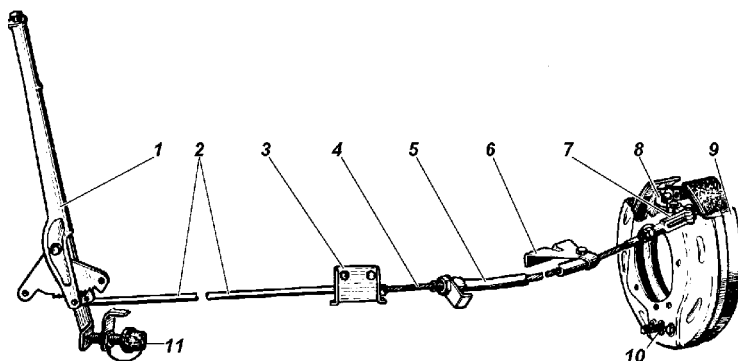

Рис. 9.35. Привод стояночного тормоза:
2. Переместите рычаг 1 (рис. 9.35) стояночного тормоза в крайнее переднее положение.
Для замены лампы в фаре необходимо отвернуть винт 1 (рис. 9.35) и снять декоративный ободок 2. Ослабить три винта 5 и снять внутренний ободок 4 с оптическим элементом 3.